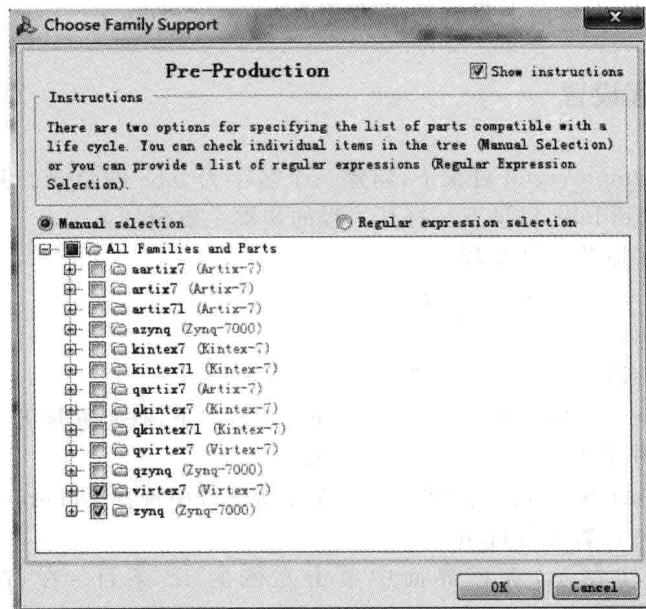

图 4.69 选择器件对话框界面
(4) 如图 4.69 所示,出现 Choose Family Support 对话框界面。在该界面选中 zynq 前面的复选框,该选项表示比 IP 支持 zynq 器件。